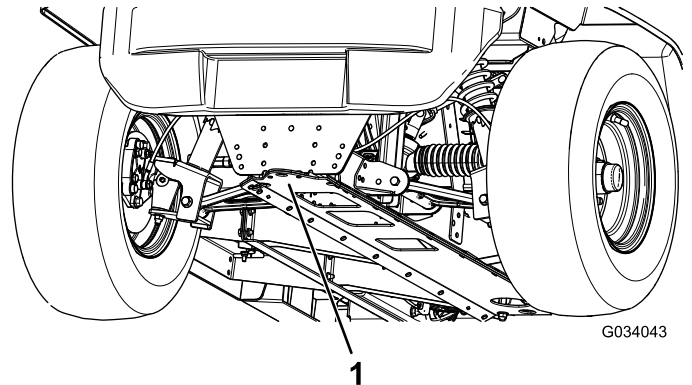

Figure 23
- Le point de levage avant de la machine est situé à l'avant du cadre, derrière la flèche d'attelage (Figure 23).